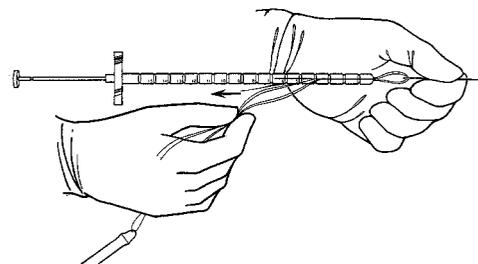

Figura 4-13. Carregar a agulha Keith
4. Coloque a ponta romba desta agulha na ferramenta de inserção Furlow (**figura 4-13**) e coloque a sutura na ranhura da ferramenta.